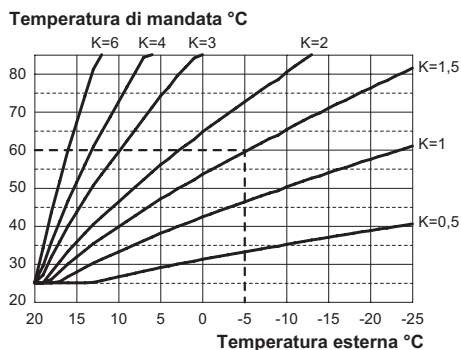

Figura 5.30
Se alla caldaia **È COLLEGATO** il comando remoto (opzionale) riferirsi alla Figura 5.30.
Quando si installa la sonda esterna bisogna impostare questo parametro in base al rendimento dell'impianto di riscaldamento per ottimizzare la temperatura di mandata (Figura 5.30).
Es. Per avere una temperatura di mandata all'impianto di riscaldamento di 60°C con una esterna di -5°C si deve settare un K di 1,5 (linea tratteggiata in Figura 5.30).
- Utilizzando i tasti 10 o 11 è possibile modificare il valore del parametro 15 da un minimo di **01** ad un massimo di **60** in base alla curva scelta del coefficiente K in Figura 5.30 (il valore letto sul display corrisponde a valori decimali di coefficienti K).